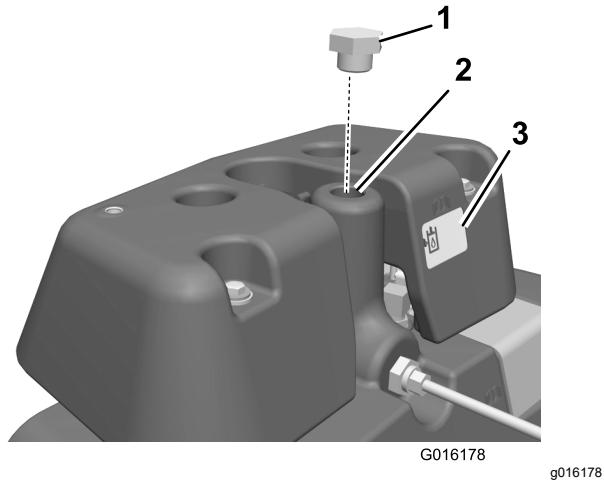

Figura 12
1. Retire e elimine o respiro e ateste o depósito hidráulico principal com fluido hidráulico (Figura 12).
2. Instale um bujão em vez do respiro (Figura 12).